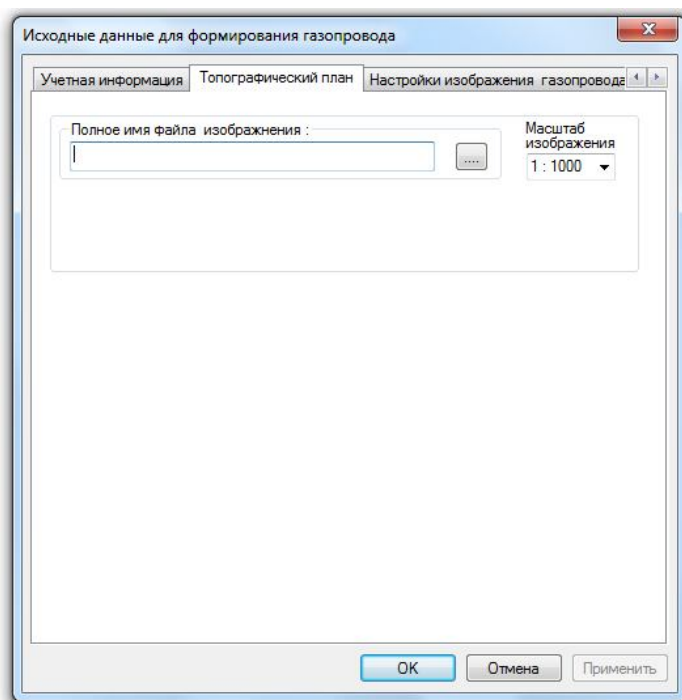

Рис.14
***топографический план*** (рис.14);